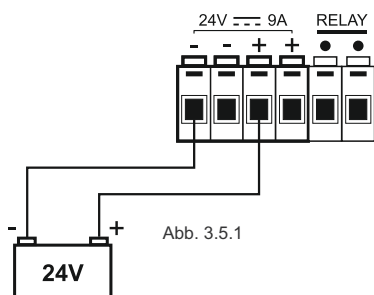
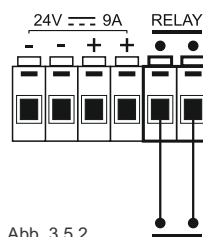

Abb. 3.5.1
Abb. 3.5.2
Mit Hilfe des Klemmenbretts (6) werden eine externe Gleichstromspeisung (Abb. 3.5.1) und ein Relais (Abb. 3.5.2) angeschlossen.